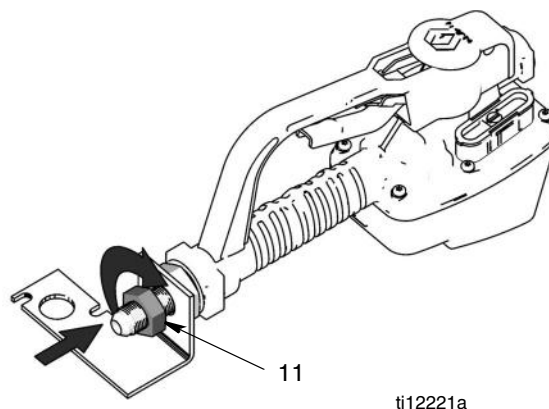

Рис. 8
- в. Навинтите гайку (11) (Рис. 8). Затяните пальцами.